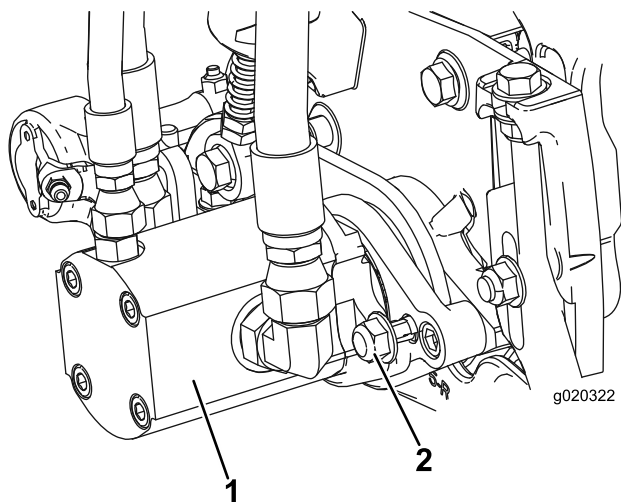

Figura 13
3. Montați motorul rotindu-l în sensul acelor de ceasornic, astfel încât flanele motorului să treacă de contrapiulie (Figura 13).